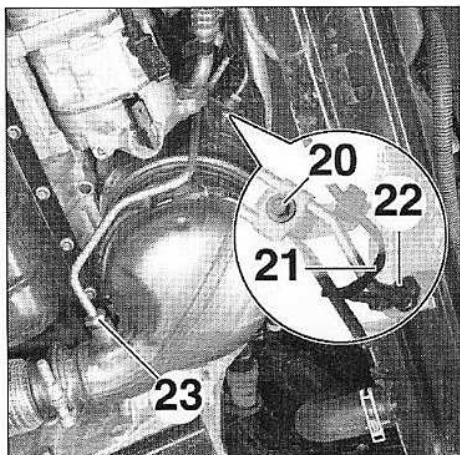

FIG.106
- Desserrer complètement la vis (20) (Fig.106).
- la sonde de température des gaz d'échappement (21),
- les canalisations de prise de pression (22) et (23).